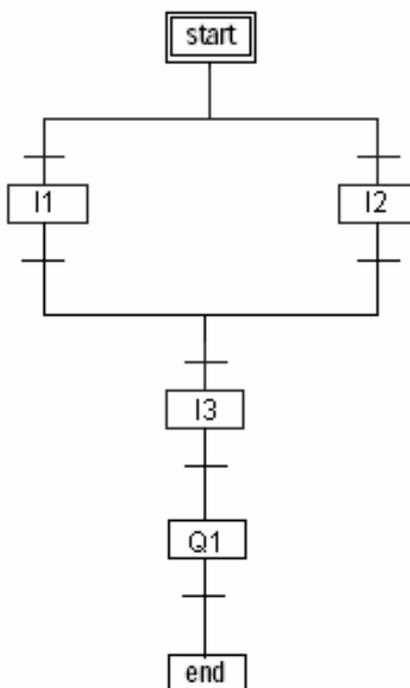

Figura 1.9 – Exemplo de programação de CLP com SFC (Grafcet).
- SFC (Sequential Function Chart, conhecido como Grafecet) - É uma linguagem indicada para processos seqüenciais e pode misturar lista de instruções, diagramas ladder e blocos de funções. Figura 1.9.